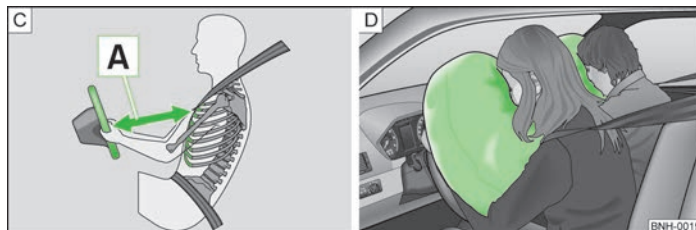

Fig. 123 Distanța sigură față de volan/airbaguri umplute cu gaz
Prin declanșarea airbagurilor, acestea se umplu cu gaz și se desfac în fața șoferului și pasagerului față » fig. 123 - **D**. Airbagul umflat amortizează mișcarea spre înainte a pasagerilor reducând astfel riscul de rănire în zona capului și a pieptului. ▶
- Atât pentru șofer cât și pentru pasagerul față este important să păstreze o distanță de aproximativ 25 cm față de volan, respectiv de planșa de bord **A** » fig. 123. Dacă nu se respectă această distanță, sistemul airbag nu își poate exercita eficiența maximă - Pericol! Pe lângă acestea, scaunele din față și tetierele trebuie să fie întotdeauna reglate în funcție de mărimea corpului.